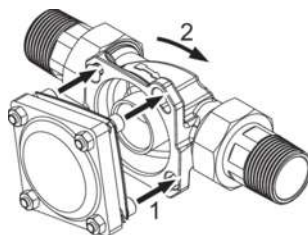

Abb. 5: Schrauben durchführen und einrasten - Befestigungsprinzip
3. Den Einbaudrehflansch JQE ohne Rohrstützen an den geräteseitigen Anschlussflansch ansetzen und die Schraubenköpfe durch die Bajonettbohrungen des Einbaudrehflanschs führen (Befestigungsprinzip siehe Abbildung 5).
rungen des Einbaudrehflanschs einzurasten (Befestigungsprinzip siehe Abbildung 5).